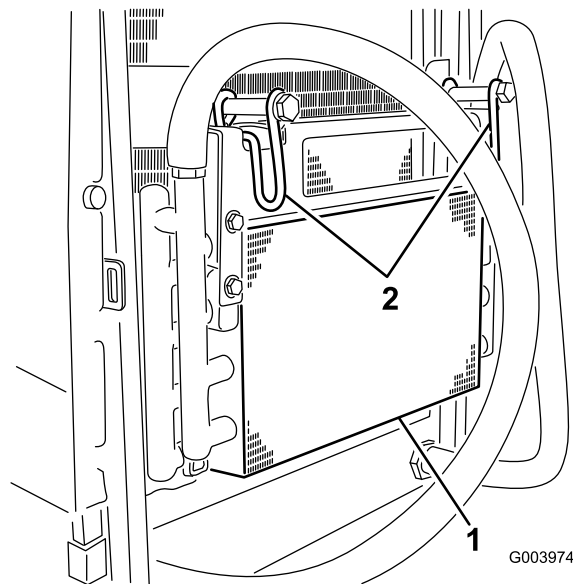

Figura 67
5. Gire los cierres hacia dentro para liberar el enfriador de aceite (Figura 67).